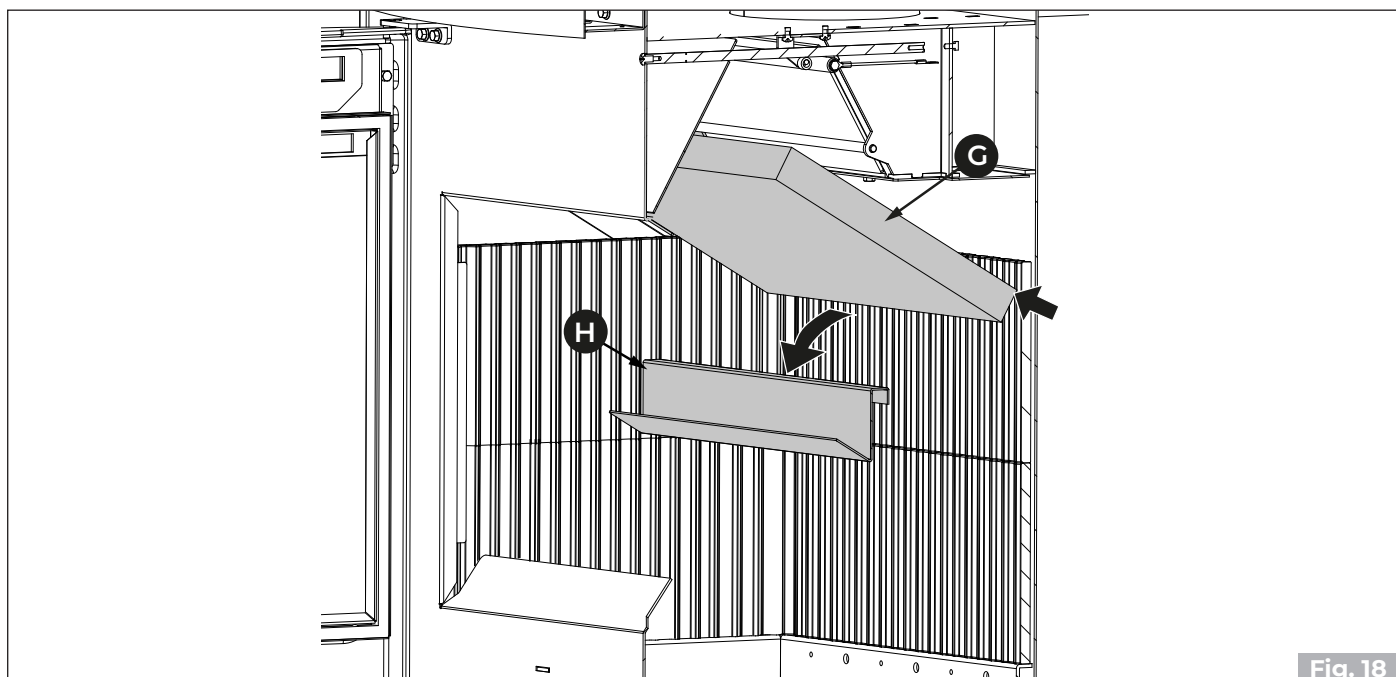

Fig. 18
Abra la puerta, levante el deflector (G) y retire la placa de postcombustión (H) (Fig. 18).